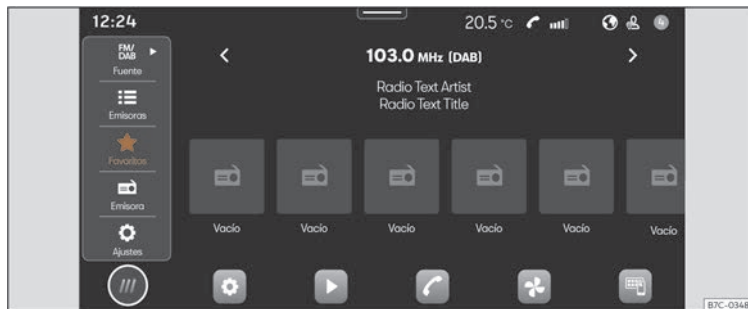

Fig. 156 Representación esquemática: Vista Radio.
- Pulse **HOME** > >>> **fig. 156**.